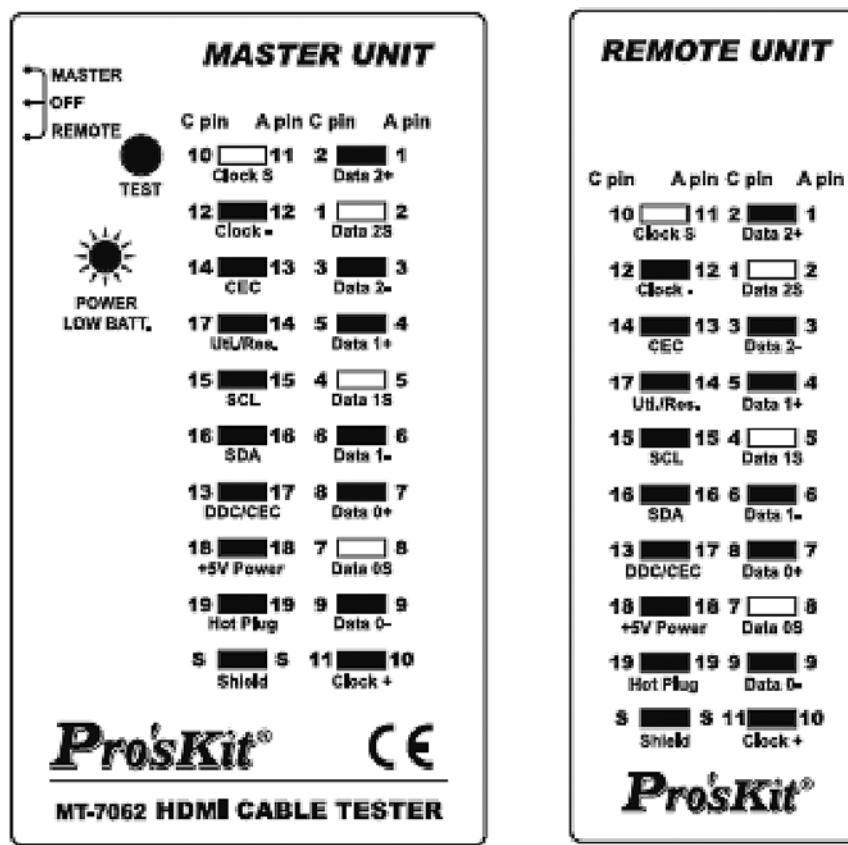

Рис. 7. Обрыв провода (Open)
- Обрыв провода (Open): светодиоды на основном блоке и модуле для удаленного контроля блока с номерами этих проводов не светятся (рис. 7.).
- Обрыв провода (Open): светодиоды на основном блоке и модуле для удаленного контроля блока, если провода не имеют связи с разъемом, то индикаторы с номерами этих проводов не светятся. Остальные индикаторы на основном блоке и модуле для удаленного контроля блока будут включаться поочередно. Пример такой неисправности для кабеля HDMI A-A с обрывом цепей проводов 2, 5, 8 и 11 и для HDMI (тип A) — Mini-HDMI (тип C) с обрывом цепи проводов 1, 4, 7 и 10, а также для кабеля Mini-HDMI C-C с обрывом в цепи проводов 1, 4, 7 и 10 приведен на рис. 7.